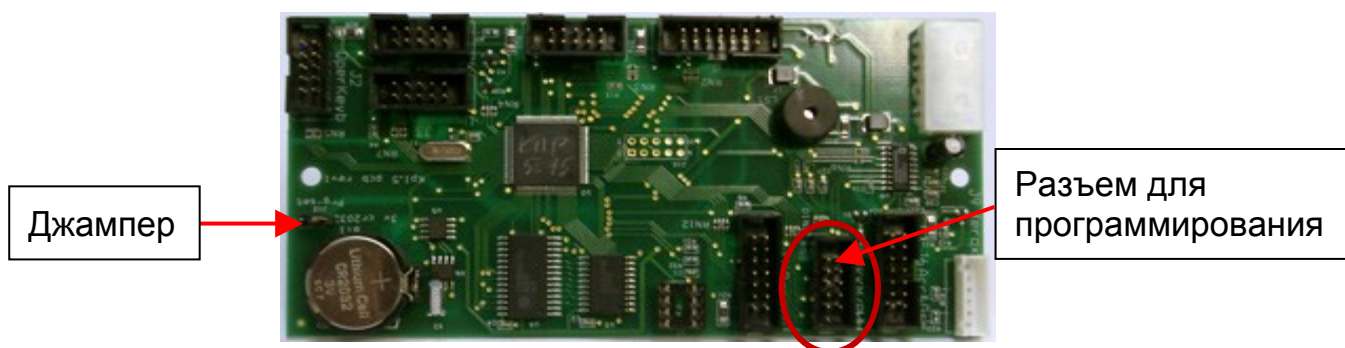

Рис.1
- ① Кабель программирования (поставляется вместе с автоматами «Копиркин Оптима» и «Копиркин Принт»)
- ② Джампер для включения режима программирования, поставляется вместе с автоматом, находится на плате управления (рис.1)
2. Подключите черный разъем кабеля в разъем для программирования на плате, выделенный на рис.1 красным цветом.
3. Вставьте джампер в оба контакта, расположенные на плате управления, рядом с батареей (см. рис.1).